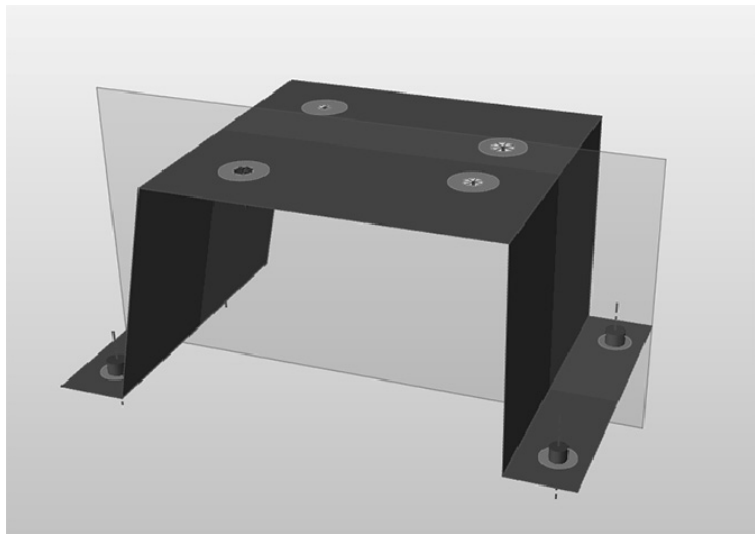

图 14-25
7) 选中 tray 零件，以施加对称平面，如图 14-25 所示。